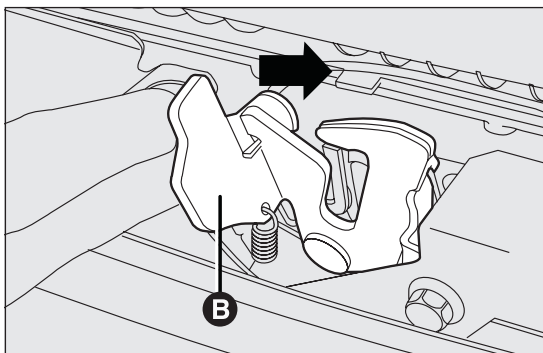

fig. 60
- spostare verso destra la leva B fig. 60 come indicato in figura